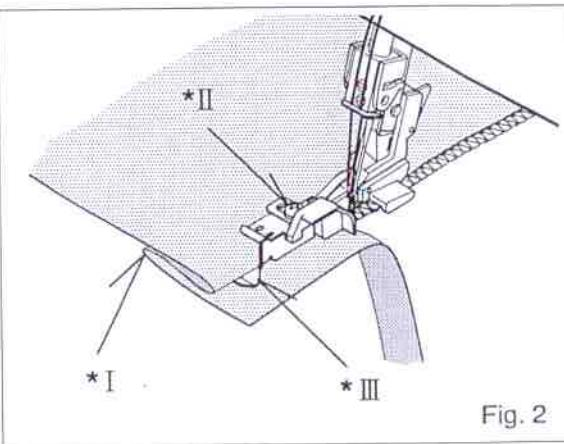
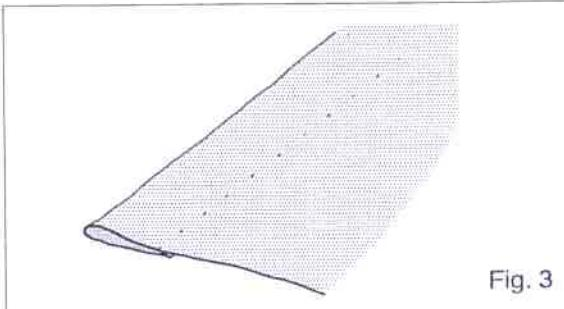

Fig. 2
Fig. 3
- Place fabric under the presser foot with the 'wrong' side up. Feed the folded edge through the guide in the front of the foot and lower the presser foot lever. Try a stitch (or several stitches) on a spare piece of the actual fabric, and adjust the guide so that the needle just catches the fold. Adjust the guide by means of the small screw on the top of the foot – see Fig. 2.
- When correctly set, sew the hem. The outside edge will be cut away by the machine – see also Fig. 2. After completion, open out and press again. The stitches should be almost invisible on the 'right' of the fabric – see Fig. 3.
Le guide se règle par une petite vis placée sur le dessus du pied presseur (voir Fig. 2).
- Quand tout est bien réglé, coudre l'ourlet à vitesse stable et modérée. La partie extérieure sera coupée par la machine – voir aussi Fig. 2. L'ourlet terminé, ouvrir le tissu et le repasser encore.
Les points doivent être pratiquement invisibles du côté endroit du tissu (voir Fig. 3).
Si es necesario ajustar la guía mediante el tornillo mostrado en la Fig. 2.
Cuando esté correctamente fijado, coser el pliegue, el borde exterior será cortado por la máquina (ver también la Fig. B). Después de coserlo, abrirlo, las puntadas serían prácticamente invisibles en el lado "derecho o anverso" del material (Fig. 3).
2. Porre il tessuto sotto il piedino pressore con il rovescio in alto. Alimentare il bordo piegato attraverso la guida sul fronte del piedino e abbassare la leva del piedino pressore. Provare un punto o più punti su un ritaglio di tessuto del tipo usato e regolare la guida in modo che l'ago incontri in modo giusto la piega. Regolare la guida per mezzo della piccola vite sulla parte alta del piedino (vedere fig. 2)
3. Quando correttamente regolato, cucire l'orlo. Il bordo esterno sarà tagliato dalla macchina. Vedere anche fig. 2. Dopo aver completato la cucitura, aprire e pressare di nuovo. I punti dovrebbero risultare quasi invisibili sul diritto del tessuto.
Vedere fig. 3.
3. Als u tevreden bent over het naaimonster, start u met naaien. De buitenzijde van de naad wordt afgesneden. Zie Fig. 2. Pers, na het naaien, de zoom plat. De steken moeten bijna onzichtbaar zijn op de goede kant van de stof. Zie Fig. 3.